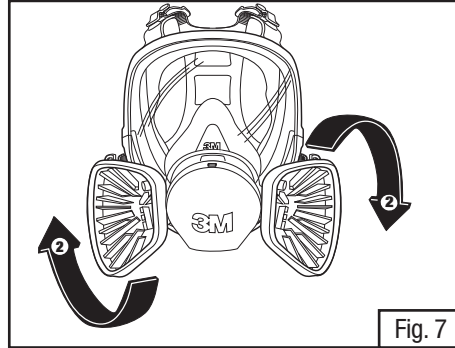

Fig. 7
2. Gire o adaptador um quarto de volta no sentido horário até parar. Para remover o adaptador, gire um quarto de volta no sentido anti-horário (Fig. 7).